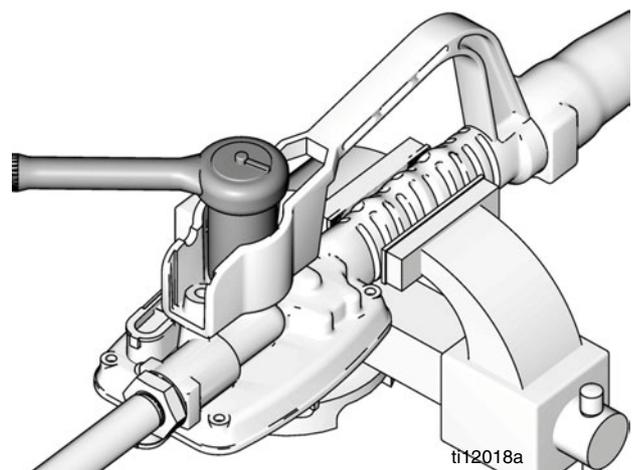

FIG. 21
9. Utilice un manguito de 1-16 pulgadas de profundidad para ajustar el conector de la válvula de cartucho (FIG. 21). Ajuste con una fuerza de torsión de 20 a 30 pies-libras.